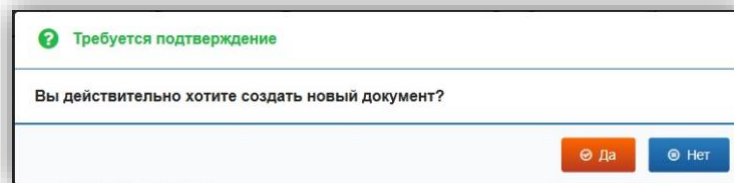

Рисунок 175 – Подтверждение создания документа
– В появившемся диалоговом окне нажмите кнопку «Да» для подтверждения создания документа (рис. 175).